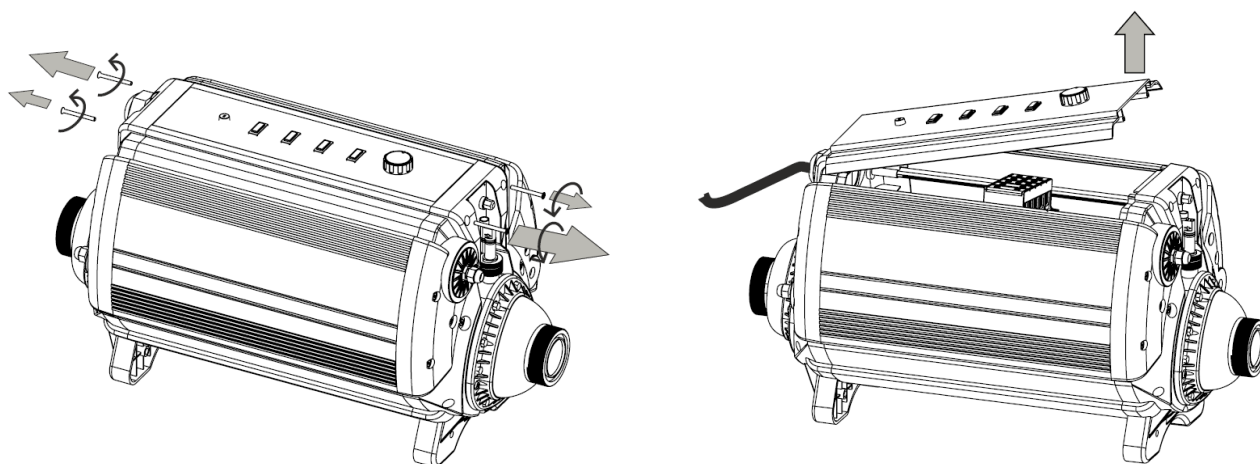

Fig. 4
- Para conectar el cable de alimentación, retire la cubierta de acceso (ver la fig. 4).